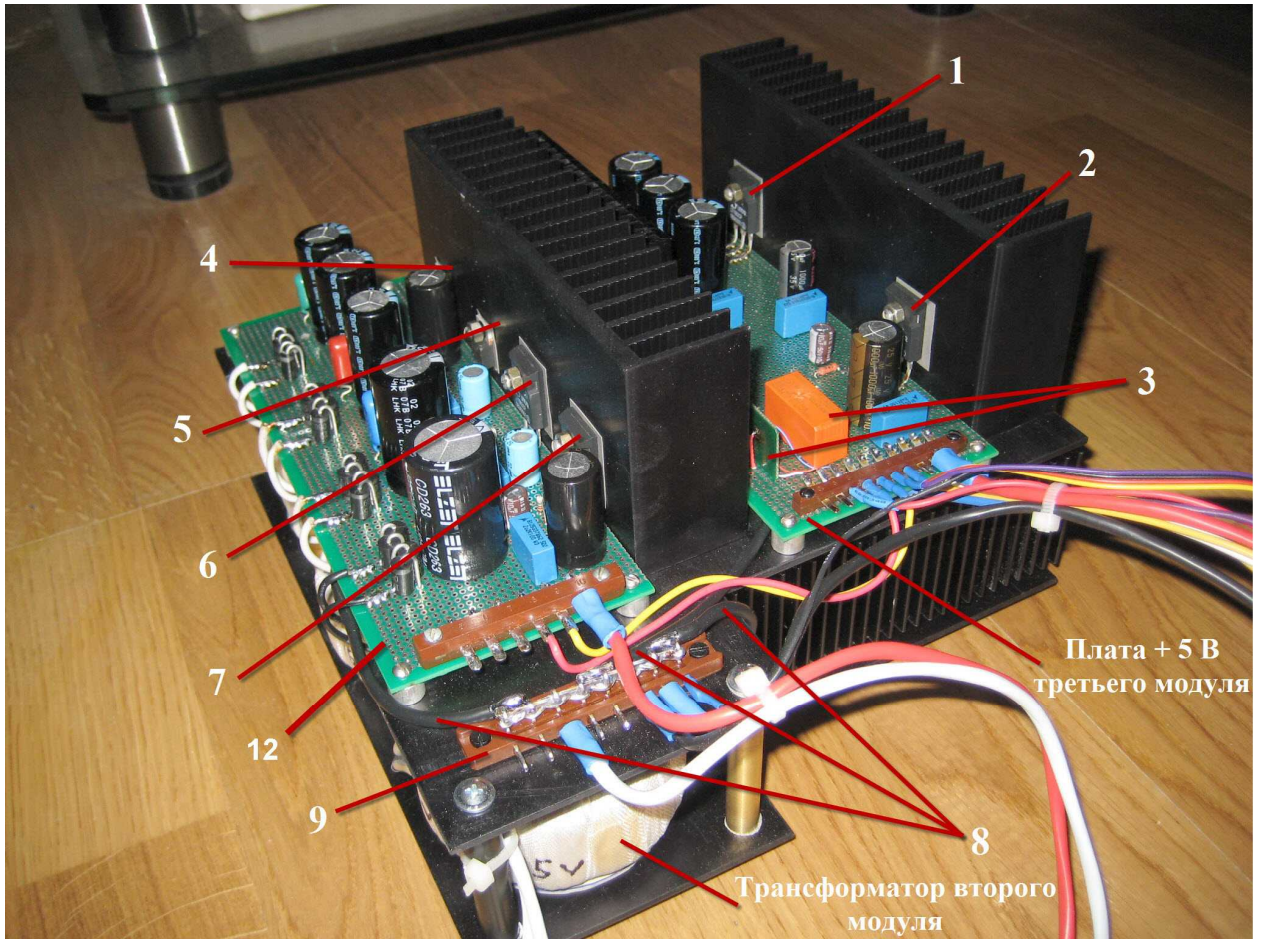
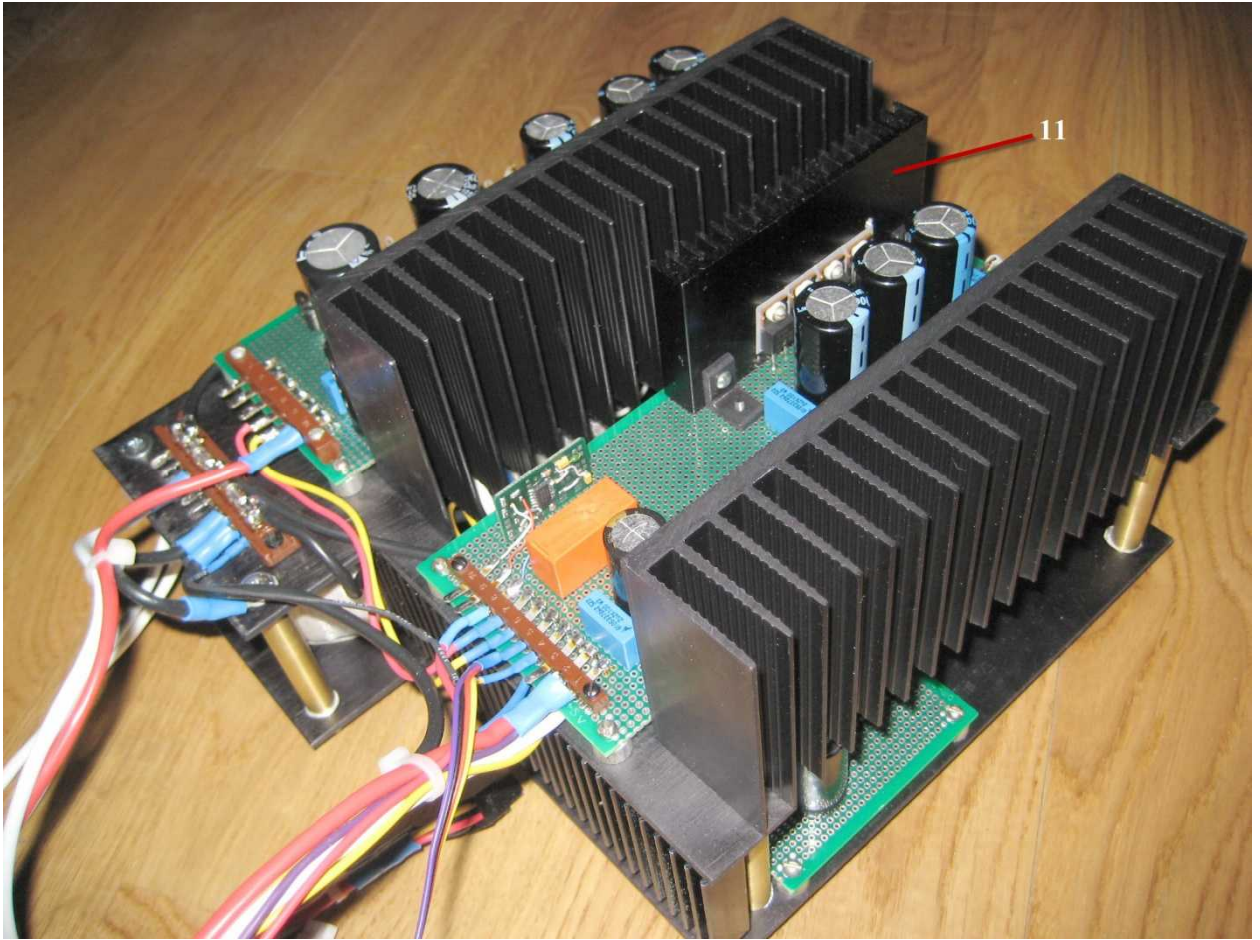

Рис.1
Рис.4
**Первый модуль. Расположен на плате поз.12 рис.1.**
Первый модуль определен для питания цифровой части звуковой карты Esi@Juli (аналоговая часть не используется) и обеспечивает стабилизированное напряжение + 5 В. Цифровая часть звуковой карты Esi@Juli потребляет максимальный ток около 170 мА (в режиме воспроизведения данного мюзПК). Соответственно первый модуль должен обеспечивать не менее двукратного запаса по току. В нашем случае этот модуль способен отдать до 2 А в нагрузку. Силовой трансформатор – тороидальный, мощностью 60 Вт, напряжение вторичной обмотки в режиме холостого хода - 8 В (возможно 6-8 В). Диоды выпрямительного моста – Шоттки на 5 А (макс. прямой ток)(возможно 3-5 А, тип SR350, SR360, 1N5822, SR560). Суммарная емкость фильтрующих конденсаторов выпрямителя – 20 000 мкФ. Микросхема стабилизатора – LM1084 IT-5.0 (позиция 4 на рис.1). На выходе стабилизатора установлен высококачественный конденсатор Elna Cerafine емкостью 1000мкФ на 25 В.
## **Второй модуль. Расположен на плате поз.12 рис. 1.**
Ток потребления центрального процессора E7400 в данной конфигурации компьютера сMP2 (напряжение ядра процессора не более 0.9 В, частота 1-1.5 ГГц) составляет не более 0.5 А. В данном случае этот модуль способен отдать до 2 А в нагрузку. Силовой трансформатор – тороидальный, мощностью 75 Вт, напряжение вторичной обмотки в режиме холостого хода - 15 В (возможно 12-15 В). Диоды выпрямительного моста – Шоттки на 8 А (макс. прямой ток)(возможно 3-5 А, тип SR350, SR360, 1N5822, SR560). Емкость фильтрующего конденсатора выпрямителя – 10 000 мкФ. Микросхема стабилизатора – LT1083CP (позиция 7 на рис.1). На выходе стабилизатора установлен высококачественный конденсатор Elna Cerafine емкостью 1000мкФ на 25 В.
Из этих напряжений самым значимым представляется **напряжение + 5 В**, т.к. судя по потребляемому току оно является основным. Реальный ток потребления по + 5 В не превышает 3.5 А. В данном случае третий модуль способен отдать по напряжению + 5 В до 5 А в нагрузку. Диоды выпрямительного моста – Шоттки на 15 А (макс. прямой ток) типа 12TQ045, установленные на отдельном общем радиаторе (позиция 11 на рис.4). Суммарная емкость фильтрующих конденсаторов выпрямителя – 30 000 мкФ. В виду высокой значимости питания + 5 В на разъеме P24 применяется схема двойной последовательной стабилизации. Первый стабилизатор выдает на выходе напряжение + 6.5 В, а второй – уже + 5 В. Оба стабилизатора марки LT1083CP (позиции 1 и 2 на рис.1). На выходе стабилизатора установлен высококачественный конденсатор Elna Cerafine емкостью 1000мкФ на 25 В. Также на плате пятивольтового стабилизатора расположена схема 1.5-секундной задержки подачи напряжения на контакт Power Ok разъема P24 (+ 5 В) и схема отключения питания встроенного монитора (позиции 3 на рис.1). Практика использования линейного блока питания показала, что напряжение на контакт Power Ok разъема P24 (+ 5 В) можно подавать одновременно с остальными напряжениями, а отключение питания встроенного монитора не влияет на качество звука при воспроизведении, так что эти две опции можно исключить. Тем не менее, если возникают проблемы с запуском системной платы, следует использовать схему задержки, выполнив ее согласно рис. 5. Время задержки определяется номиналами R1 и C1: их увеличение приводит к увеличению времени задержки.
#### **Четвертый модуль. Расположен на плате поз.12 рис.1.**
Четвертый (сервисный) модуль обеспечивает стабилизированные напряжения + 5 В и + 12 В. Реальный ток потребления по этим напряжениям может быть различным в разных конфигурациях, поэтому указываем максимальные значения для данной конфигурации музПК (с одним жестким диском 1000ГБ Western Digital Caviar Green): по + 5 В – 3 А, по + 12 В – 2 А. Диоды выпрямительных мостов – Шоттки на 8 А (макс. прямой ток)(возможно 5-8 А, тип SR560, 80SQ045). Емкости фильтрующих конденсатора выпрямителей – по 10 000 мкФ. Микросхема стабилизатора на + 5 В – LM1084 IT-5.0 (позиция 5 на рис.1). Микросхема стабилизатора на + 12 В – LT1083CP (позиция 6 на рис.1). На выходе стабилизаторов установлены электролитические конденсаторы емкостью по 470 мкФ. Силовой трансформатор четвертого модуля – тороидальный, мощностью 75 Вт, имеет две вторичные обмотки: одна на 8 В (возможно 6-8 В) для напряжения +5 В и одна на 15 В (возможно 12-15В) для напряжений +12 В.
**Контактная колодка** (позиция 9 на рис.1) является центром «земляной звезды» блока питания. На эту колодку приходят земляные шины со всех трех плат (паяются толстым проводом к фильтрующим конденсаторам выпрямителей – позиция 8 на рис.1) и расходятся к потребителям.